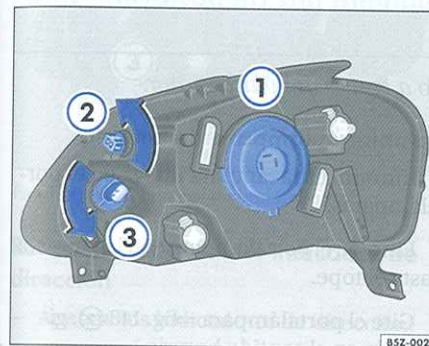

Fig. 146 Vista general de las lámparas
- Retire los guardapolvos de protección ⇒ fig. 146 ①.